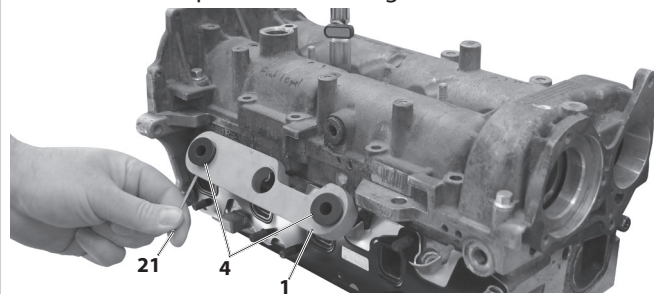

Abb. 25: Führungshülse für Bohrer "7" einsetzen.
2. Führungshülse für Bohrer "7" vollständig in die Grundplatte "1" einsetzen und über die Madenschraube sichern. (**Abb. 25**)